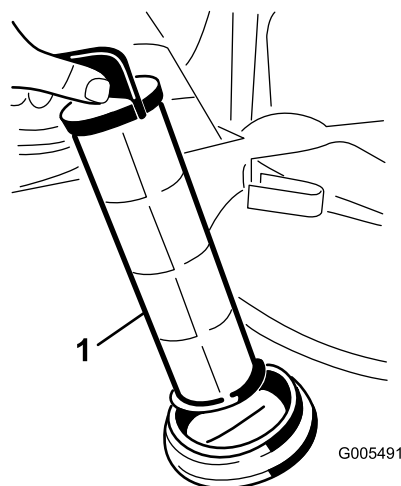

Figura 67
4. Retire o filtro de rede da sucção do orifício (Figura 67).